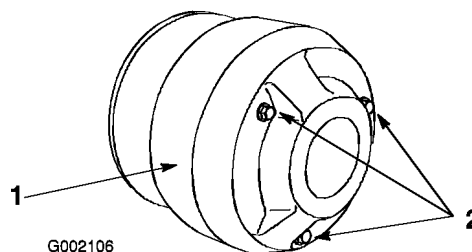

Bild 46
- Entfernen Sie die drei Schrauben, mit denen die Abdeckung an der Kupplung befestigt ist und nehmen Sie die Abdeckung ab (Bild 46).